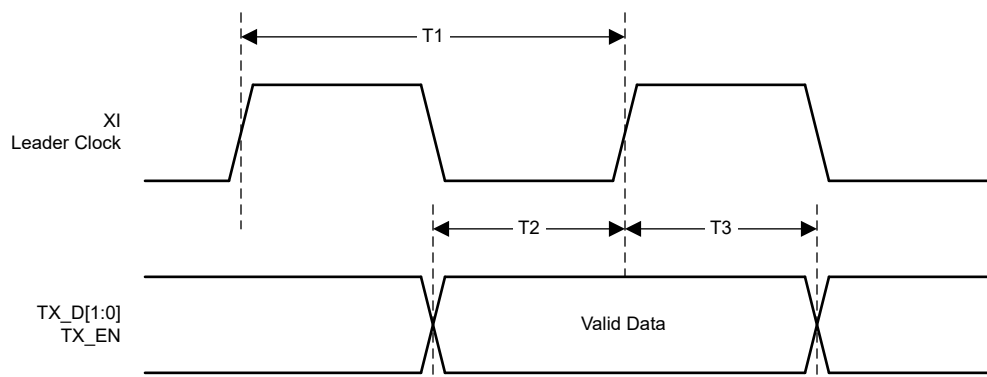

图 6-9. RMII 发送时序
(1) 由生产测试、特性或设计指定。
(2) 请参阅图 6-9。